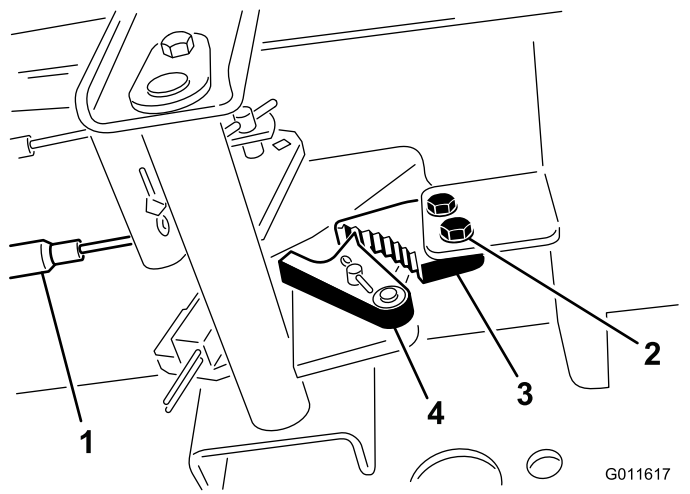

图64
1. 松开将驻车刹车闸固定到机架的 2 个螺钉图64。
2. 向前踩驻车刹车踏板直到刹车卡槽完全接合刹车闸图64。